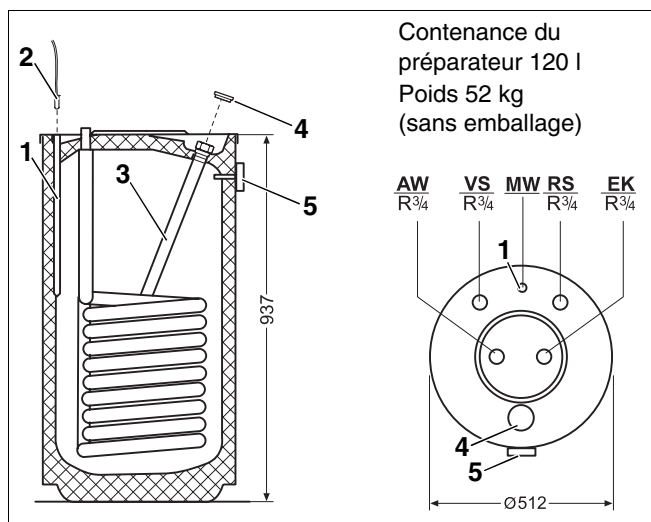

Fig. 1 Raccordements et caractéristiques techniques (dimensions en mm)
- Introduire la sonde de température d'ECS (fig. 1, **pos. 2**) avec ressort de compression dans le tube de sonde jusqu'à la butée (fig. 1, **pos. 1**).
Un thermomètre est installé pour afficher la température de l'eau chaude sanitaire (fig. 1, **pos. 5**).
- Fermer l'arrivée d'eau froide (EK). Pour l'aération, ouvrir un robinet de puisage placé plus haut.
- Retirer le bouchon en plastique (fig. 1, **pos. 4**) à l'aide d'un tournevis.
- Dévisser l'anode au magnésium (fig. 1, **pos. 3**).
- Contrôler la dégradation de l'anode au magnésium (fig. 1, **pos. 3**). Remplacer l'anode si le diamètre est réduit à env. 15 – 10 mm (état neuf : 26 mm Ø).